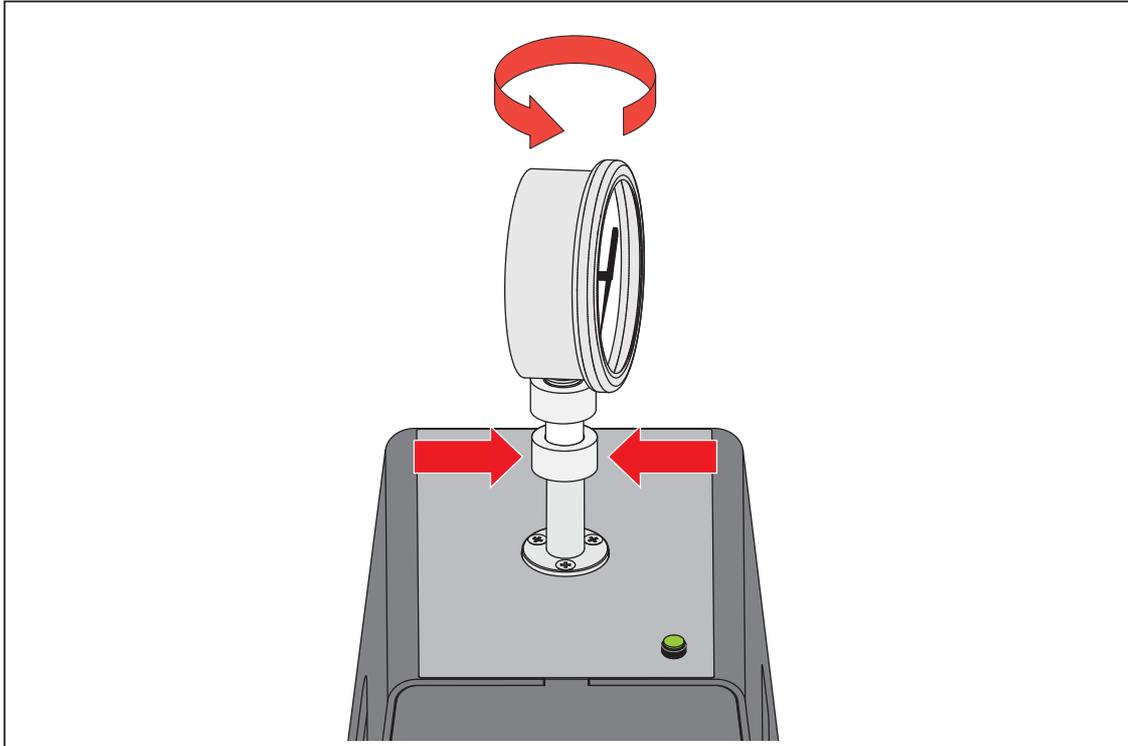

図 20. 圧力計の位置調整
3. 圧力計が正面を向くように方向を調整するには、圧力アダプターを握って、圧力計を反時計-回りに回して、前を向くよう調整します。図 20 を参照してください。